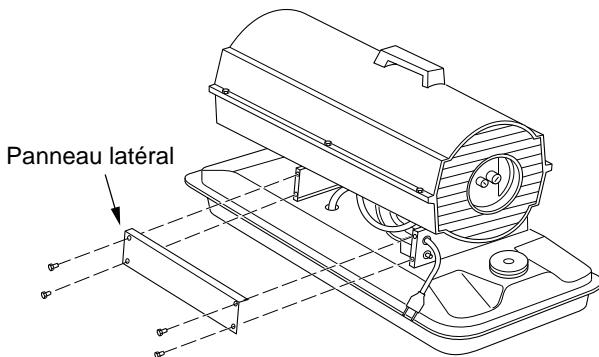

Figure 28 - Retrait du panneau latéral
- À l'aide d'une clé à douille de 5/16 po, retirer les quatre vis du panneau latéral (voir Figure 28).